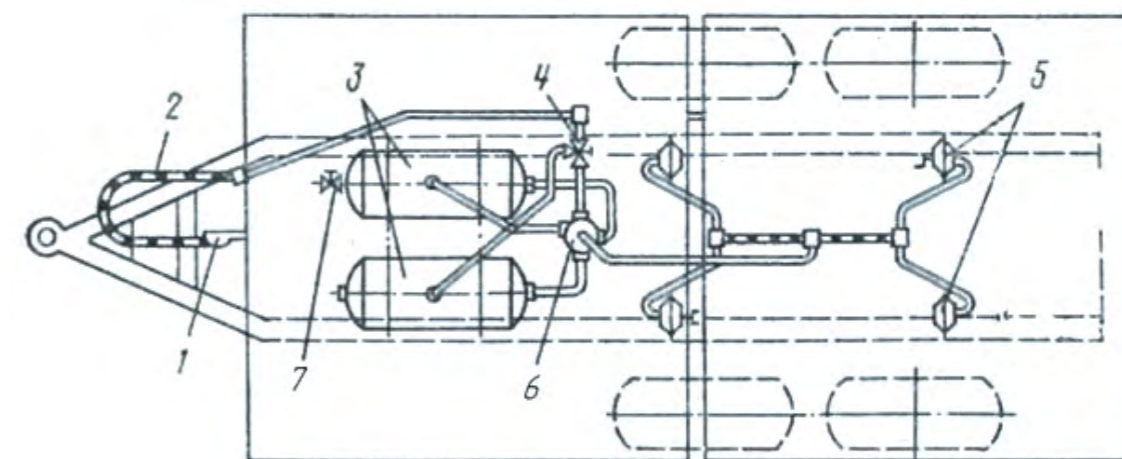

Рис. 2
1.4.5. Пневматический привод колесных тормозов выполнен по однопроводной схеме (Рис. 2). Он автоматически приводит в действие колесные тормоза полуприцепа и, кроме того, предназначен для аварийного торможения при отрыве от трактора.